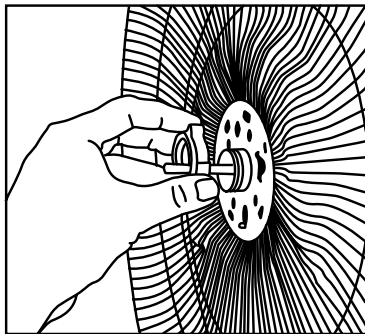

Fig. 2
- Fije esta rejilla posterior (5) al cuerpo del ventilador utilizando para ello el aro (4), ajústelo en el sentido de las agujas del reloj. **Fig 2**.
- Inserte las aspas (3) de forma que las hendiduras que hay en su parte posterior se integren con los salientes existentes en el cuerpo del ventilador (8).